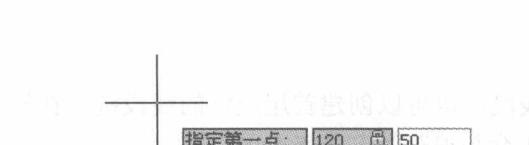

图 1-4 指定直线 AF 的第一点
(1) 单击【绘图】工具栏的【直线】按钮 ，在系统提示**指定第一点:** 时输入 A 点的绝对坐标值 120, 50，并按回车键确认输入，如图 1-4 所示。